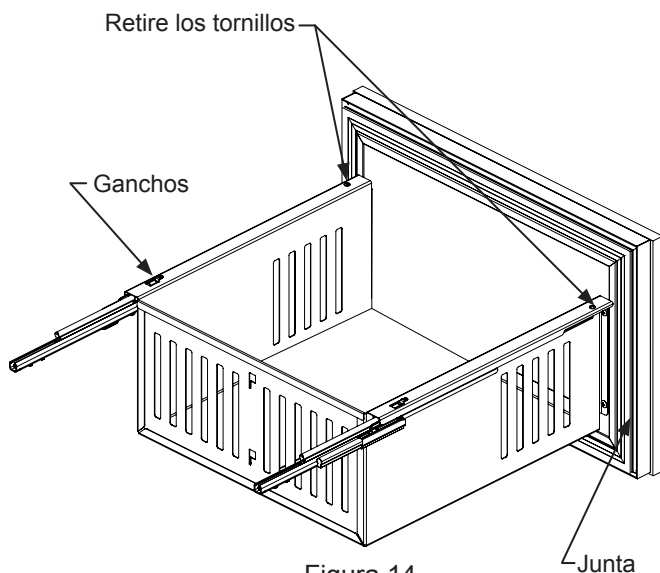

Figura 14
1. Comience desmontando la gaveta superior (vea la Figura 13). Quite los tornillos que sujetan la gaveta a las correderas (vea la Figura 14). Tire de la gaveta hacia delante, levante hacia arriba y hacia afuera para desenganchar los ganchos de la parte trasera de la gaveta. Mueva la gaveta hacia delante aproximadamente 1" (2,5 cm) y apóyela sobre las correderas. En la esquina trasera derecha de la gaveta desconecte el cable de la pantalla (vea la Figura 13). Desmonte la gaveta de la unidad levantándola y retirándola de las correderas. Repita el procedimiento para la gaveta inferior sin tener en cuenta las instrucciones referidas al cable pues no existe en la gaveta inferior.
2. Retire el separador de gaveta de la gaveta superior y quite la junta de la parte delantera de la gaveta. (vea la Figura 14). Para ello tire de la junta fuera del canal que la sujeta a la parte delantera de la gaveta. Podrá ver los agujeros pasantes para el montaje del panel decorativo (vea la Figura 18).